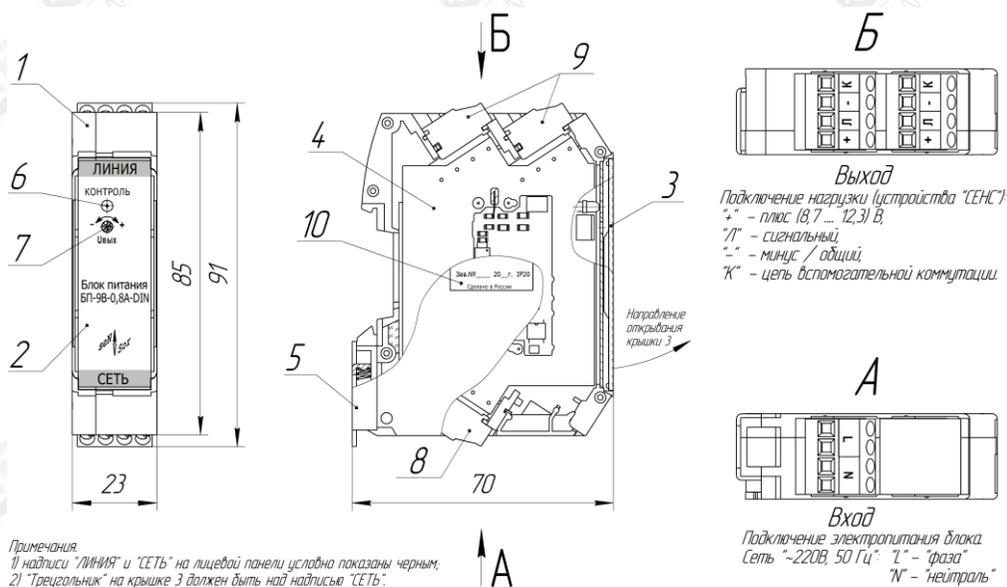

Рисунок 1 - Устройство, размеры, назначение контактов
4.2 БП (рисунок 1) состоит из пластикового корпуса 1, состоящего из двух половин, соединяемых между собой защёлками, лицевой панели 2, закрываемой откидывающейся прозрачной крышкой 3. Внутри корпуса размещена плата 4 с элементами схемы блока. На задней поверхности корпуса расположена металлическая подпружиненная защёлка 5 для крепления БП на DIN-рейку.
7.5 Запрещается использование блока: - со снятыми лицевой панелью 2 и крышкой 3, со снятой половиной корпуса 1 или при извлеченной из корпуса плате 4 (рисунок 1) - риск поражения электрическим током.
Регулировка выходного напряжения БП осуществляется вращением регулировочного винта 7 на лицевой панели (рисунок 1):